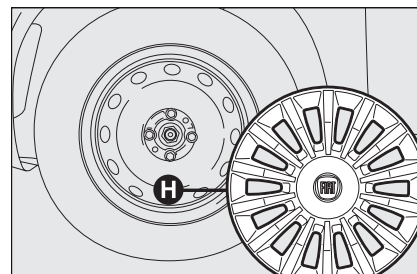

Рис. 4
- ☐ снимите колпак **H**, см., **рис. 4** с колеса (для модификаций со стальными штампованными дисками) или удалите крышку ступицы (для модификаций с дисками из легкого сплава)